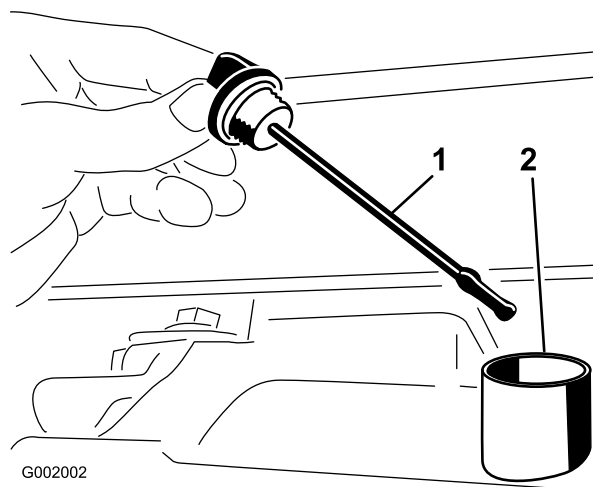

Figure 64
2. Retirez la jauge de la boîte-pont et essayez-la sur un chiffon propre (Figure 64).